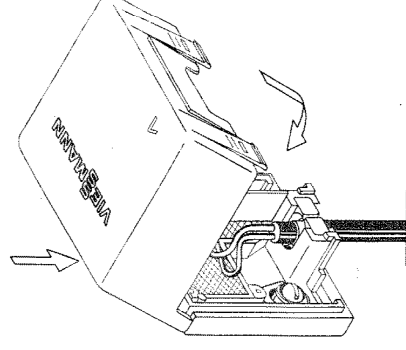

Abb. 4 Kappe aufsetzen
4. Die Kappe am oberen Sockelrand einhängen und auf den Sockel drücken, bis die Befestigungsklammern im Sockel eingerastet sind (Abb. 4 auf Seite 2).